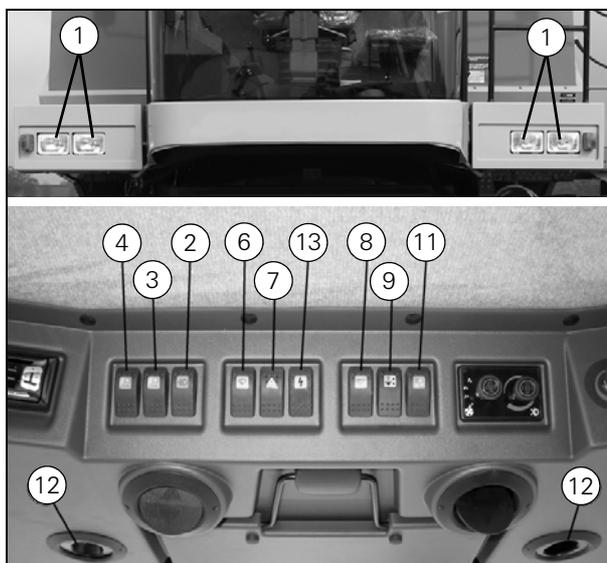
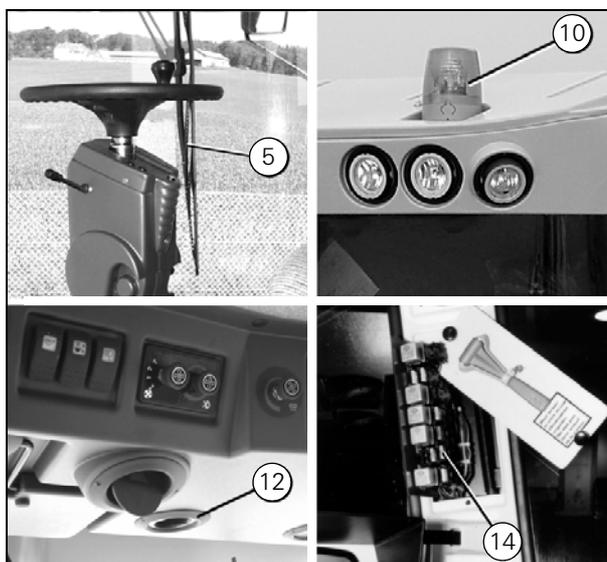

Рисунок 23
Рисунок 24
\(Рис. 23\) и \(Рис. 24\)
Стеклоочиститель (5) \(Рис. 24\) лобового стекла, включается при помощи переключателя (6) \(Рис. 23\).